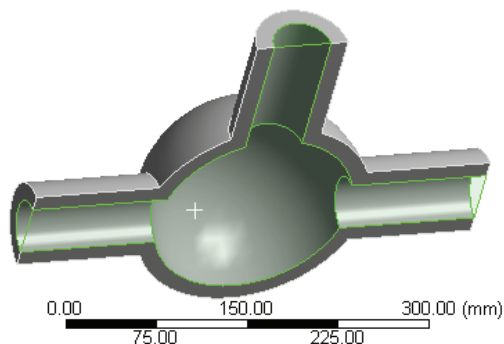

图 24-3 导入的几何模型
1) 双击主界面项目管理区项目 A 中的 A3 栏 Model 项, 进入 Mechanical 界面。导入的模型如图 24-3 所示。